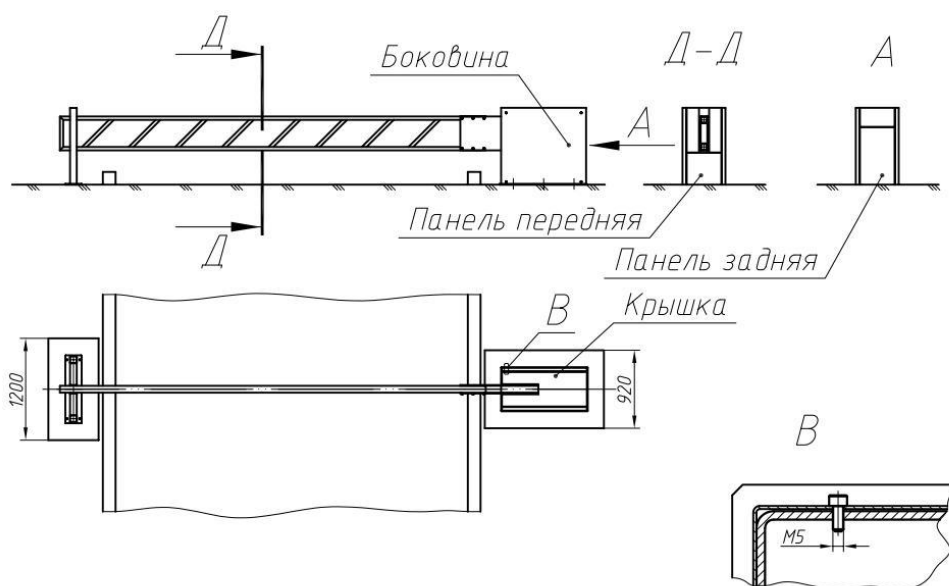

Рисунок 8
4.1.14 Установить декоративные кожухи (рис. 8).